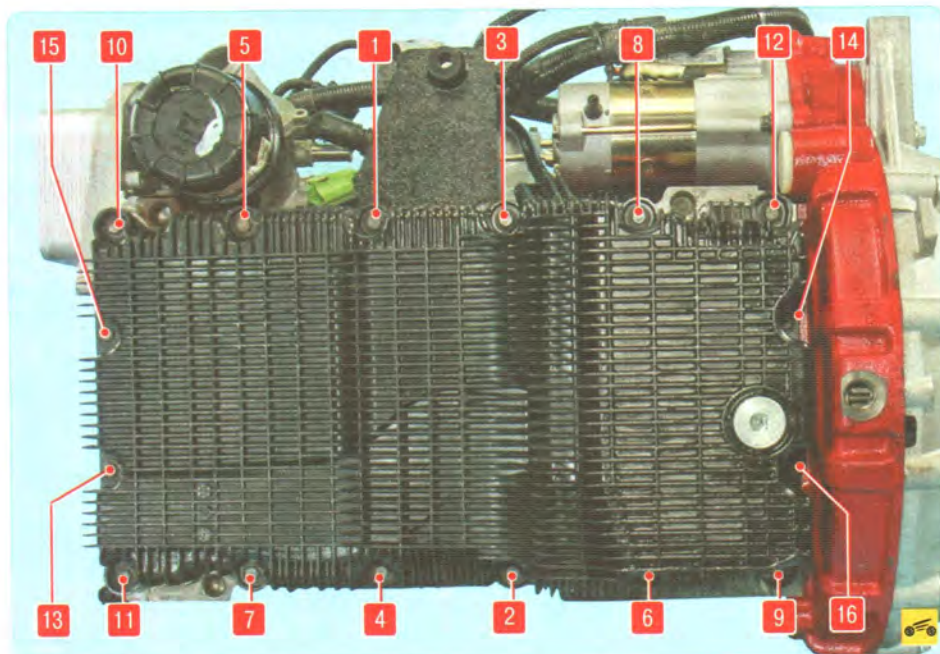

Рис. 5.11. Последовательность затяжки болтов крепления масляного картера
9. Установите масляный картер и все снятые детали в порядке, обратном снятию. Болты крепления картера затягивайте моментом 24 Н·м в порядке, показанном на рис. 5.11.